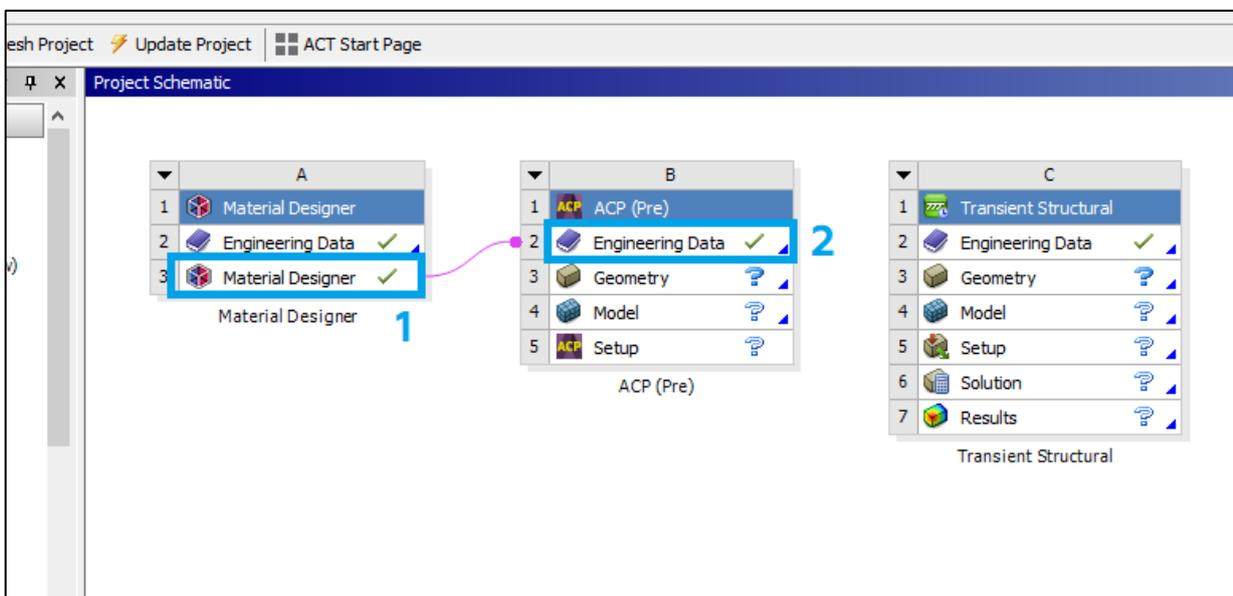

Рис. 10. Создание связи
10. Создаем связь между первым и вторым модулями *Material Designer* для присвоения созданного нами композитного материала к анализируемой геометрии через второй блок (рис. 10):